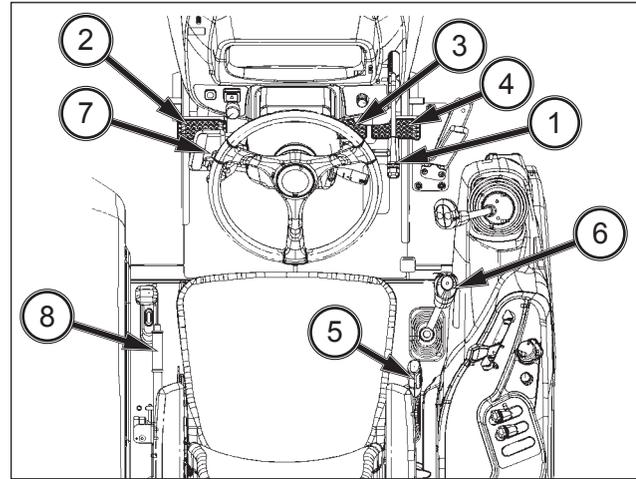

FIG. 64
**FIG. 64 :** Pour arrêter le tracteur, avancez le levier d'accélération (1) pour réduire le régime moteur et la vitesse de déplacement. Enfoncez la pédale d'embrayage (2) et la pédale de frein (3 et 4) pour arrêter. Amenez le levier de sélection de plage de vitesse (5), le levier de changement de vitesse (6) et le levier de sens de marche (7) au point mort.